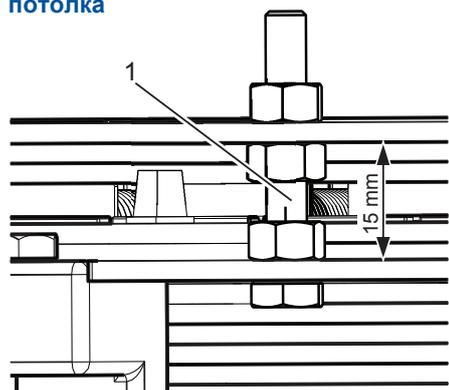
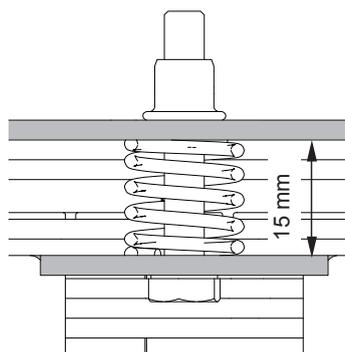

Рис. 106 Устройство регулировки высоты
Рис. 107 Устройство регулировки высоты (конструкция потолка с высотой канопе 100 мм и приводом KT FLEX Direct)
1. Установить пластину переходника для привода с помощью устройства регулировки высоты (6 шт.) (рис. 106/1 и рис. 107/1) примерно в 15 мм от привода.
4. Отрегулировать пластину переходника на приводе с помощью устройств регулировки высоты (рис. 106/1 и рис. 107/1) по периметру (6 шт.) привода таким образом, чтобы щетки створки на верхней стороне касались сегмента нижней части потолка.
3. Затянуть устройства регулировки высоты (6 шт.) (рис. 106/1 и рис. 107/1) по периметру привода с помощью гаек.